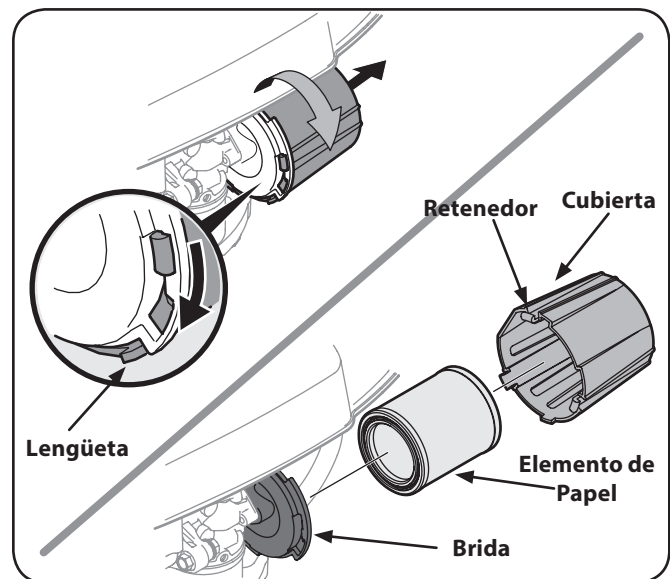

Figure 6-2
1. Gire la cubierta hacia la izquierda (sentido antihorario) y retírela y el elemento de papel de la brida. Vea la Figure 6-2.